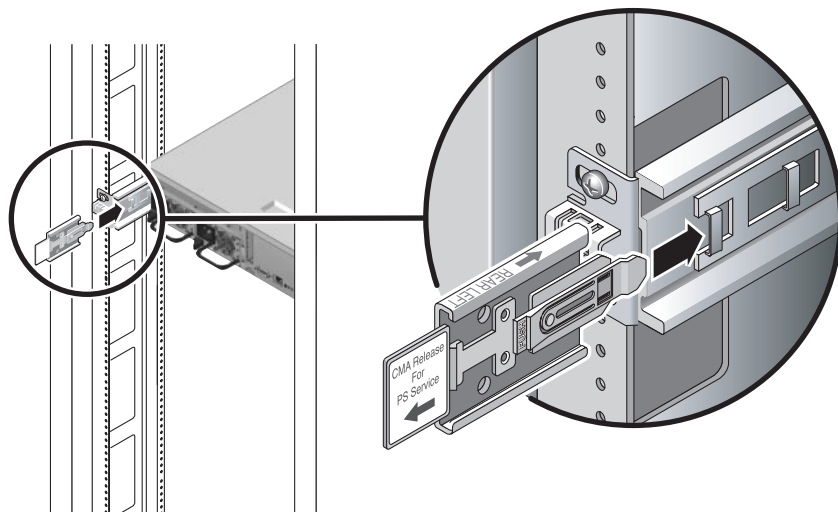

FIGURA 2-8 Inserimento dell'estensione del binario nell'estremità della guida di sinistra
1. Nella parte posteriore del rack, inserire l'estensione del binario per il braccio per la gestione dei cavi nell'estremità sinistra del gruppo di scorrimento (FIGURA 2-8). La linguetta nella parte anteriore dell'estensione scatterà in posizione.